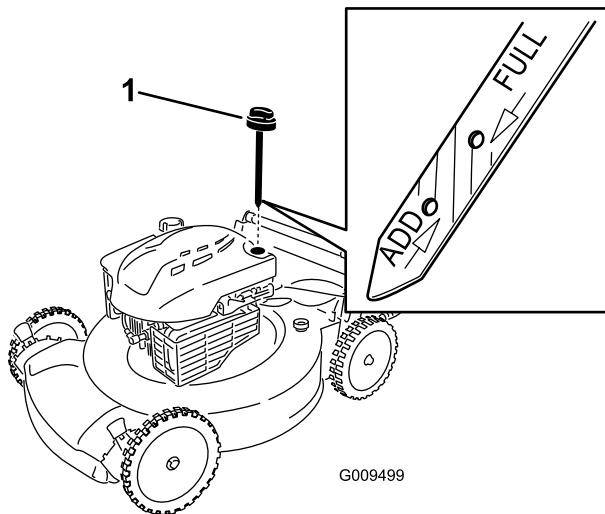

Bild 9
2. Ziehen Sie den Ölmesstab heraus (Bild 9).
5. Nehmen Sie den Peilstab heraus und lesen Sie den Ölstand am Peilstab ab, siehe Bild 9.